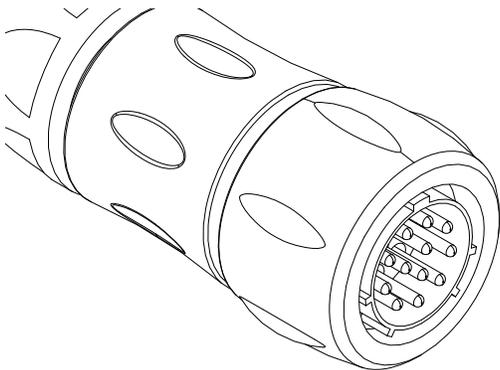
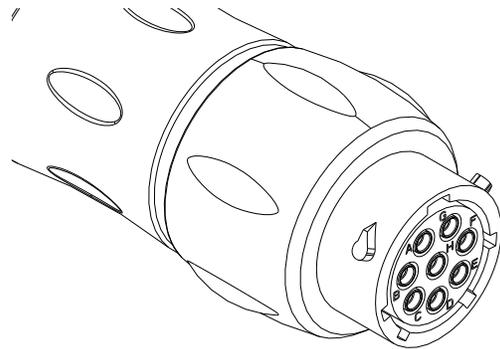

Fig. 1 : Raccord du compartiment de fusion
Fig. 2 : Raccord du pistolet
Le gros connecteur rond correspond à l'extrémité du compartiment de fusion et est équipé d'un câble de 0,6 m (2 pi.) (voir la Fig. 1). Le petit connecteur rond correspond à l'extrémité du pistolet et est équipé d'un câble de 0,6 m (2 pi) (voir la Fig. 2).
- a. Utiliser un ohmmètre pour vérifier la résistance électrique aux broches de l'élément chauffant entre les broches C et D du connecteur d'extrémité du compartiment de fusion attaché à la régulation du tuyau chauffant. Voir la FIG. 1. La résistance de l'élément chauffant est indiquée dans le tableau suivant en fonction des différentes longueurs des ensembles de tuyau avec raccord.